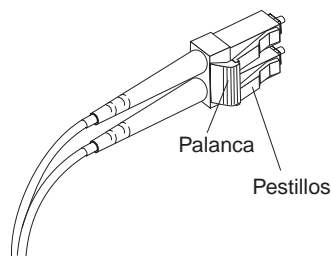

Figura 26. Palanca y pestillos del cable LC-LC de canal de fibra
1. En el extremo del cable que se conecta al extremo del conector LC del adaptador de cable LC-SC, presione y mantenga presionada la palanca para liberar los pestillos. En la Figura 26 en la página 32 se muestra la ubicación de